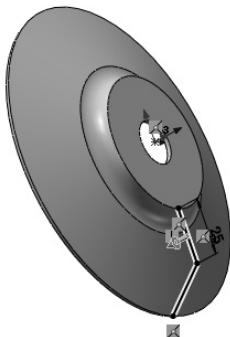

图 6-116 创建筋特征
5) 创建筋特征。单击“特征”控制面板中的 (筋) 按钮, 或选择菜单栏中的“插入”→“特征”→“筋”命令, 弹出“筋”属性管理器, 单击 (两侧) 按钮, 设置厚度生成方式为两边均等添加材料, 在 (筋厚度) 文本框中输入“3”, 单击 (平行于草图) 按钮, 设定筋的拉伸方向为平行于草图, 如图 6-116 所示, 单击 (确定) 按钮, 生成筋特征。